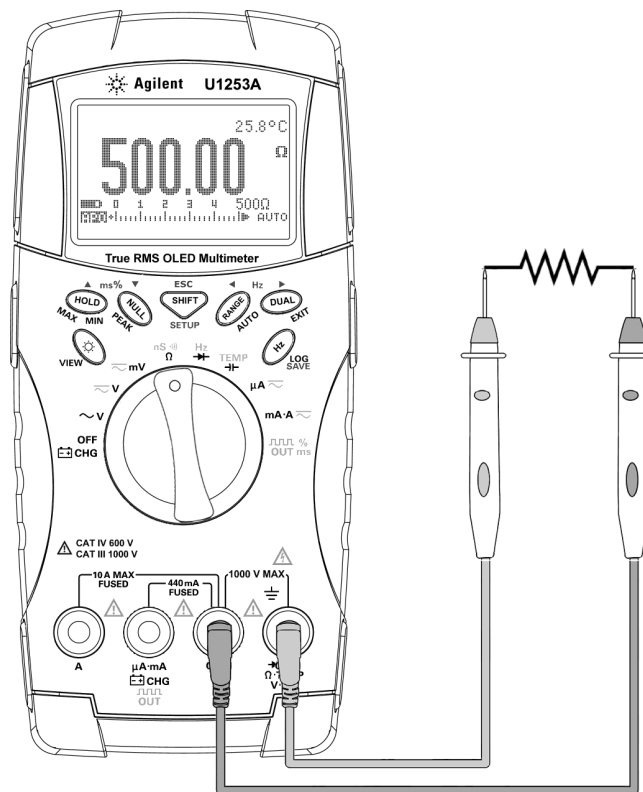

Figure 2-7 Mesure de la résistance
- 2 Connectez les cordons de test rouge et noir respectivement aux bornes d'entrée Ω (**rouge**) et **COM** (**noire**) (reportez-vous à la Figure 2-7 à la page 42).